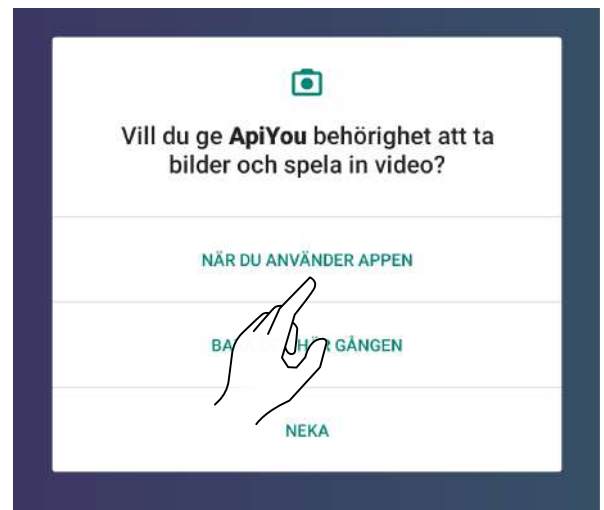

Fig. 8.1
- att du har skannat QR-koden på rätt sätt. Kontrollera ApiYou:s tillstånd att använda kameran, om det inte beviljas förblir ramen helt svart; ändra sedan tillstånden enligt Fig. 8.1 och 8.2, eller ange den 16-siffriga koden manuellt;